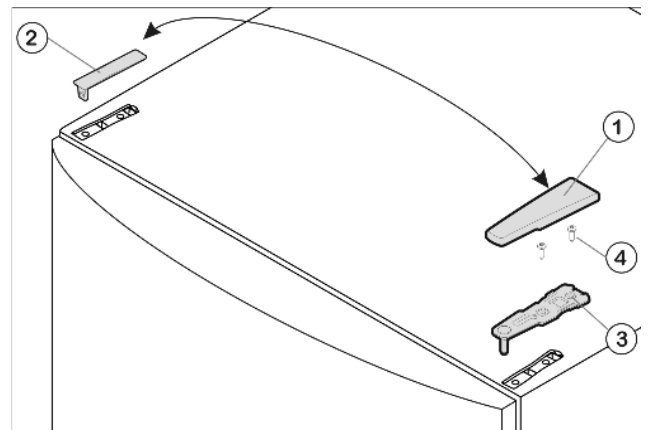

Fig. 4
- ▶ Стяните крышку Fig. 4 (1) вперёд и снимите крышку Fig. 4 (2).
- ▶ Открутите верхний опорный кронштейн Fig. 4 (3)(2 шт. Torx 25) Fig. 4 (4) и вытяните вверх.
- ▶ Установите верхний опорный кронштейн Fig. 4 (3) на новой стороне шарнира и защелкните в дверце.
- ▶ Прикрутите верхний опорный кронштейн (2 шт. Torx 25) Fig. 4 (4). При необходимости просверлите отверстия или используйте аккумуляторную отвертку.
- ▶ Защелкните крышку Fig. 4 (1) и крышку Fig. 4 (2) соответственно на противоположной стороне.